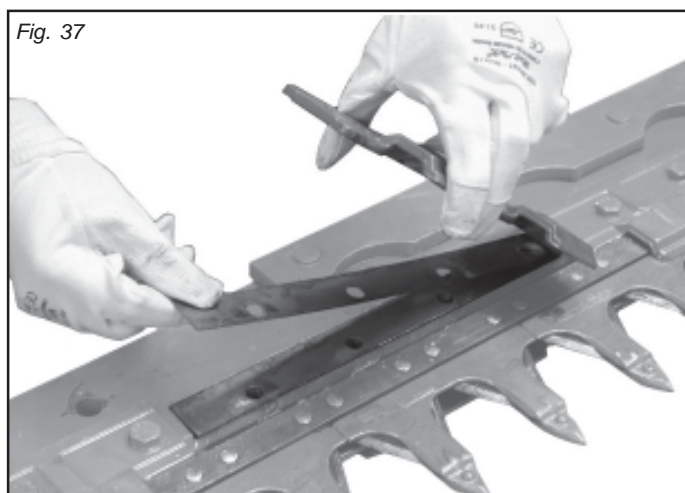

Fig. 37
- retirer une ou plusieurs cales (Fig. 37);